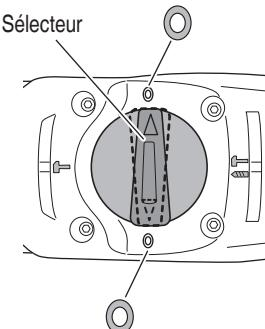

Fig. 9
- (2) Pour fixer la position de travail d'outils tels que ciseau à froid, etc.
- (a) Tournez le levier du sélecteur. Alignez Δ du levier du sélecteur et O du couvercle de la manivelle comme illustré à la Fig. 9.